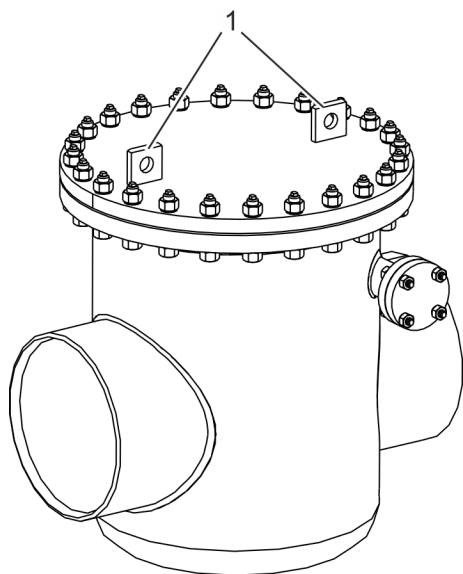

Fig. 11: Points d'élingage soudés
1. ➤ Fixer les points d'élingage (Voir la Fig. 11/1) au dispositif de levage avec des élingues appropriées.